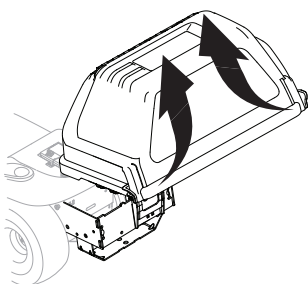

Figure 13
8. Ouvrez le couvercle du bac récupérateur en appuyant sur les encoches et en soulevant le couvercle supérieur. Voir Figure 13.